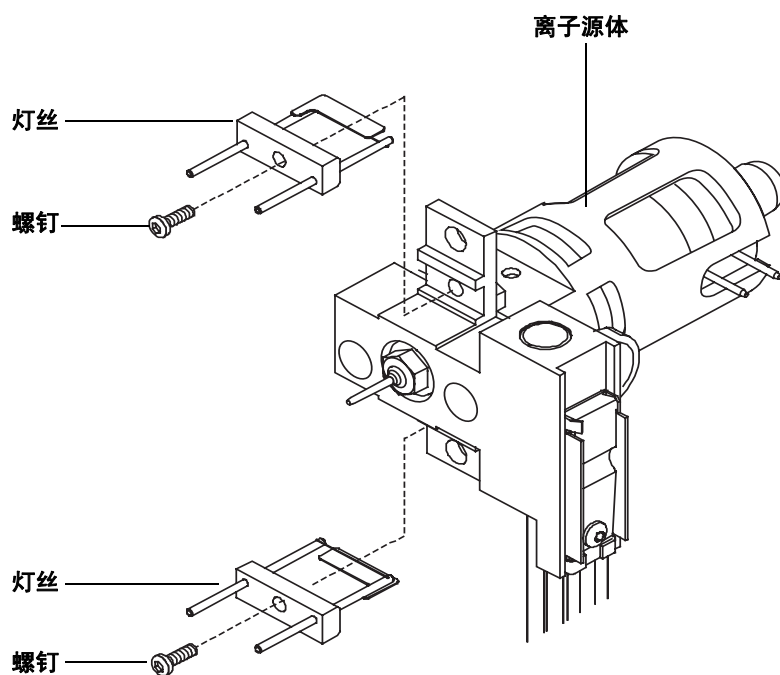

图 21 更换灯丝
- 4 卸下将灯丝固定到离子源体的螺钉。（请参阅图 21。）
- 5 将灯丝滑出离子源组件。（请参阅图 21。）
- 2 在离子源体中将新灯丝装入到位。（请参阅图 21。）